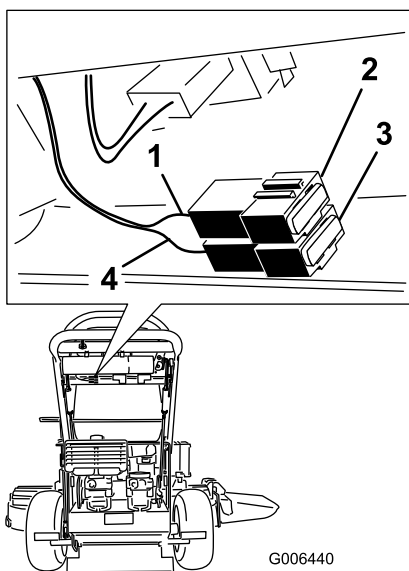

Figure 29
2. Tirez le fusible pour le sortir ou le remplacer (Figure 29).